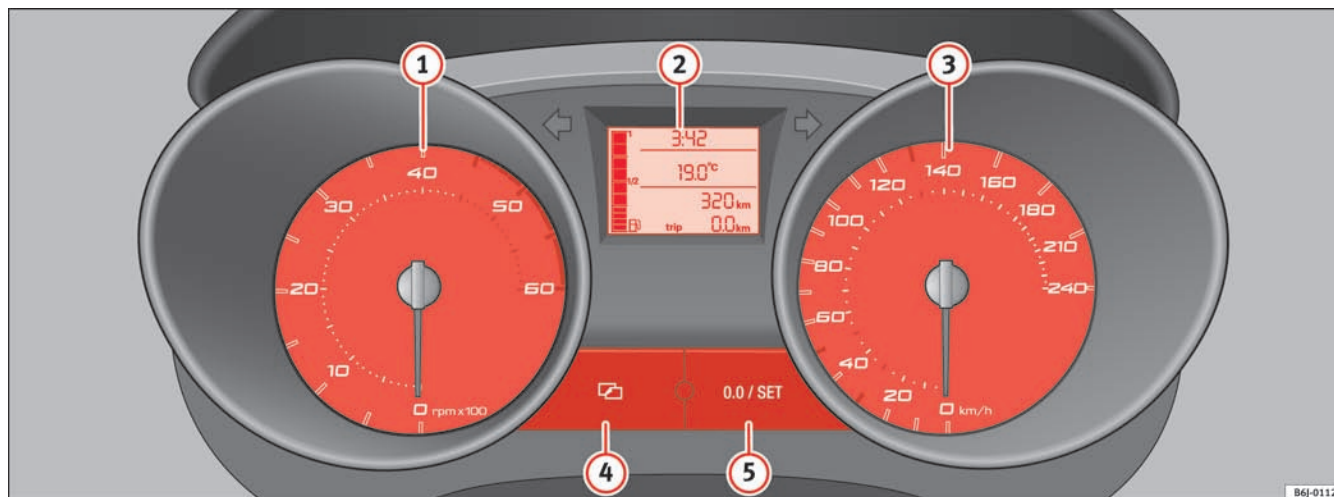

Fig. 30 Udsnit af instrumentpanelet: kombiinstrument
Begyndelsen af det røde område i omdrejningstælleren ⇒ side 51, fig. 30
- Tryk på ④ ⇒ side 51, fig. 30 for at indstille klokkeslættet. Timerne blinker nu i det digitale display. Med knappen ⑤ set indstilles timerne ⇒ side 51, fig. 30.
- For at indstille minutterne skal du trykke på knappen ④ igen og vælge optionen minutter. Med knappen ⑤ set indstilles minutterne.
→ side 51, fig. 30 ⑥.